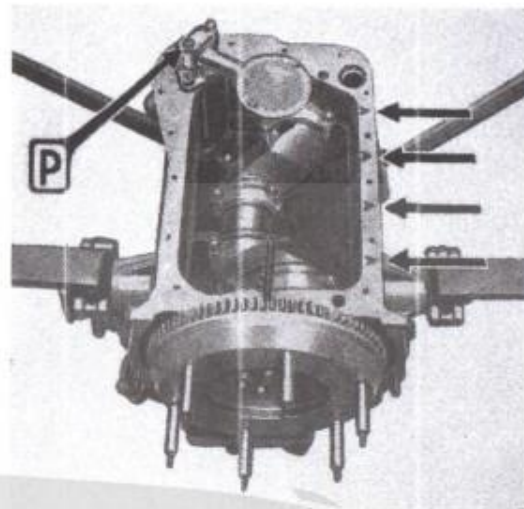

Fig. 16.
- Togliere la coppa olio, la pompa (P, fig. 16) e l'alberino di comando.